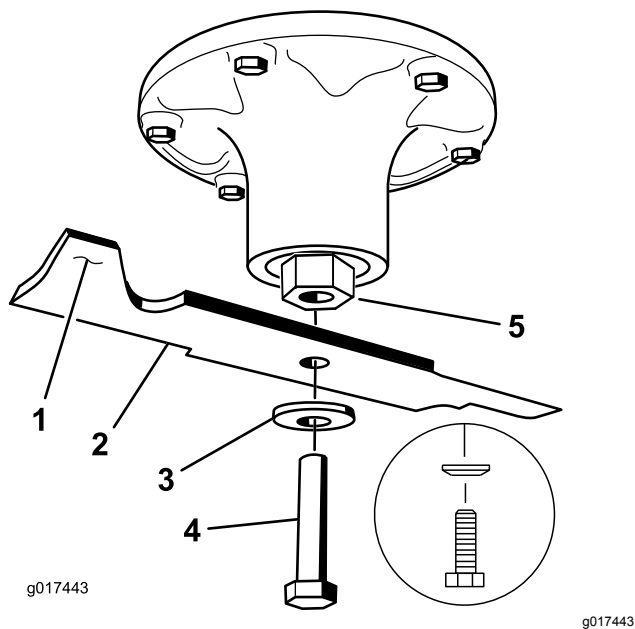
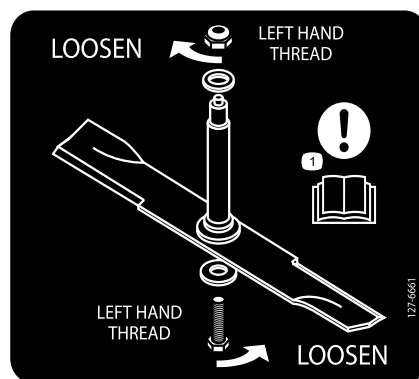

Figure 115
Figure 116
2. Enlevez des axes des lames gauche et centrale, le boulon de lame, la rondelle bombée et la lame (Figure 115).
3. Enlevez de l'axe, le boulon de la lame droite (fileté à gauche), la rondelle bombée et la lame (Figure 116).
Remarque: Notez le type de lame et la position de montage de chaque lame. Voir la Figure 116 pour la position correcte.
Important: La lame droite de ce tablier de coupe est contrarotative et utilise un boulon à filetage à gauche. Reportez-vous à la Figure 116 pour positionner correctement les lames du tablier de coupe.
1. Reposez sur les axes, les lames gauche et centrale, les rondelles bombées et les boulons de lame (Figure 115 et Figure 116).
Remarque: Orientez le cône de la rondelle bombée vers la tête du boulon (Figure 115).
2. Posez sur l'axe, la lame droite, la rondelle bombée et le boulon (fileté à gauche) (Figure 115 et Figure 116).
3. Serrez les boulons des lames à un couple de 115 à 150 N·m (85 à 110 pi-lb); voir Figure 116.